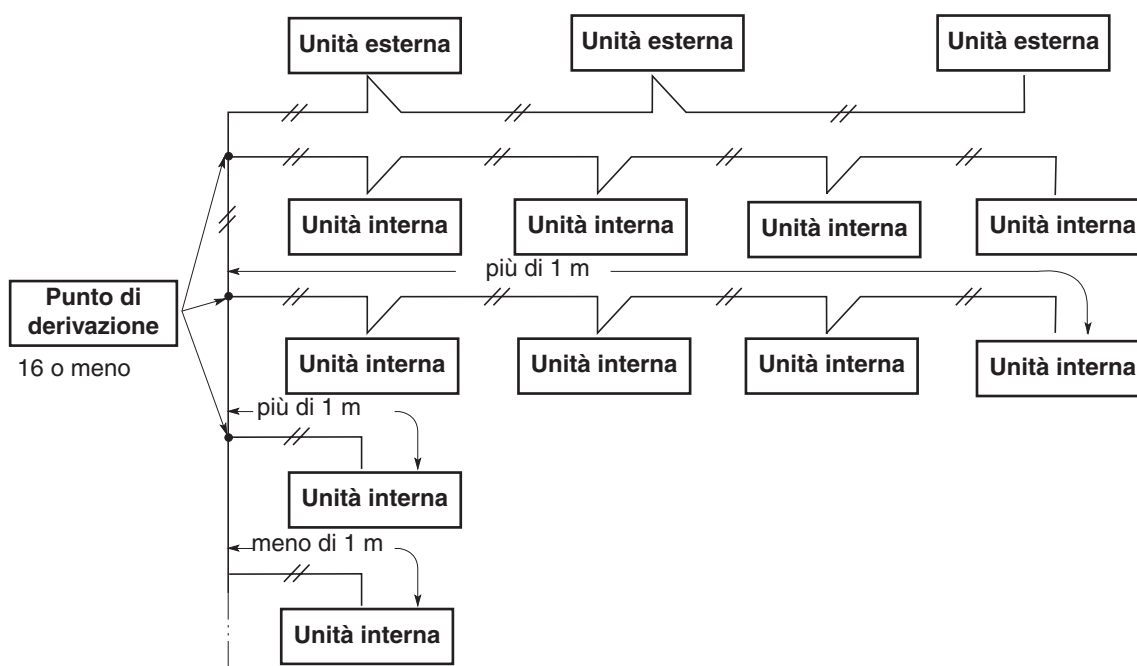

Fig. 5-3
(4) Se si creano derivazioni dei cavi di controllo inter-unità, i punti di derivazione devono essere al massimo 16. (Le derivazioni inferiori a 1 m non vanno incluse nel numero totale). (Fig. 5-3)